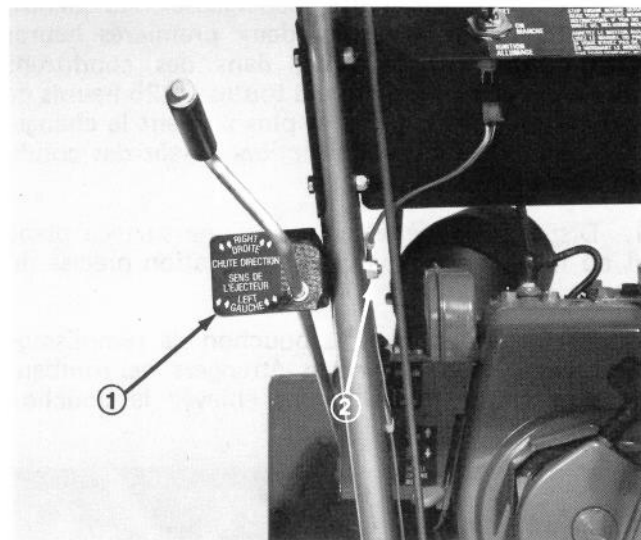
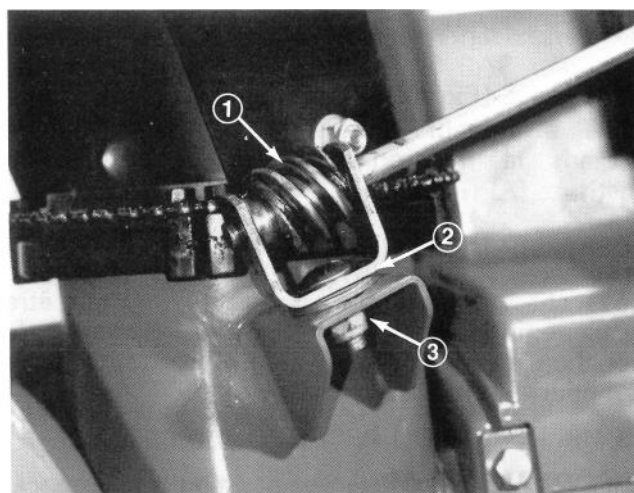

Figure 12
Figure 13
1. Fixez le support et la tige de commande de l'éjecteur sur le côté gauche du mancheron à l'aide de la vis à tête et de l'écrou de blocage. Laissez l'écrou desserré jusqu'à ce que l'ensemble soit complètement monté (Fig. 12).
2. Appliquez de la graisse à toutes fins No. 2 sur la vis sans fin, et montez la vis sans fin et son support sur la collerette de montage (Fig. 13). Installez la rondelle plate d'espacement entre le support et la collerette, et la rondelle pyramidale et l'écrou de blocage sous la collerette (Fig. 13).
3. Appuyez la vis sans fin fermement sur les dents de l'anneau de retenue de l'éjecteur, puis serrez l'écrou de blocage (Fig. 13). Serrez ensuite l'écrou de blocage qui fixe le support de la tige de commande d'éjecteur au mancheron gauche (Fig. 12).